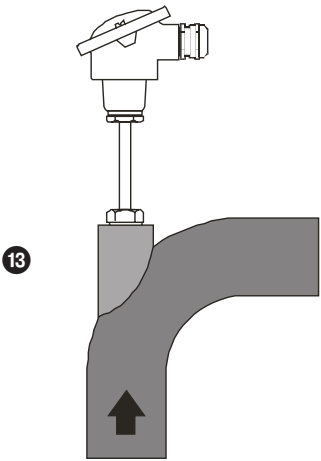
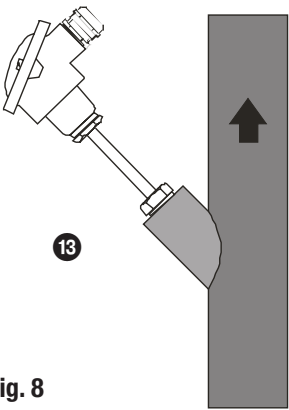

Fig. 7
Fig. 8
- Bei Einbau des Temperaturfühlers in Rohrleitungen schweißen Sie bitte das Winkelstück 13 auf. Dadurch wird sichergestellt, dass der temperaturempfindliche Teil 2, 6 des Temperaturfühlers gegen die Strömungsrichtung in das Medium eintaucht. **Fig. 7 und Fig. 8**